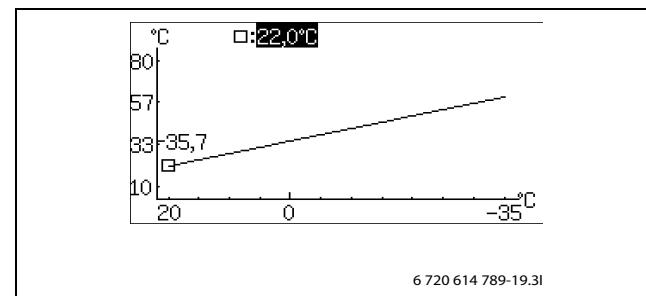

Рис. 24
- ▶ Поверните ручку управления, когда выделен квадратик, пока не будет отмечен 0°C (\rightarrow рис. 24).